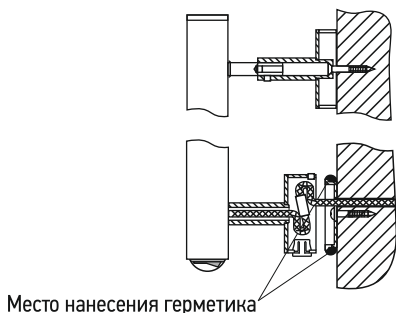

Рис. 8
3.14. Произвести герметизацию шва силиконовым герметиком по контуру примыкания коробки и стены (рис. 8).